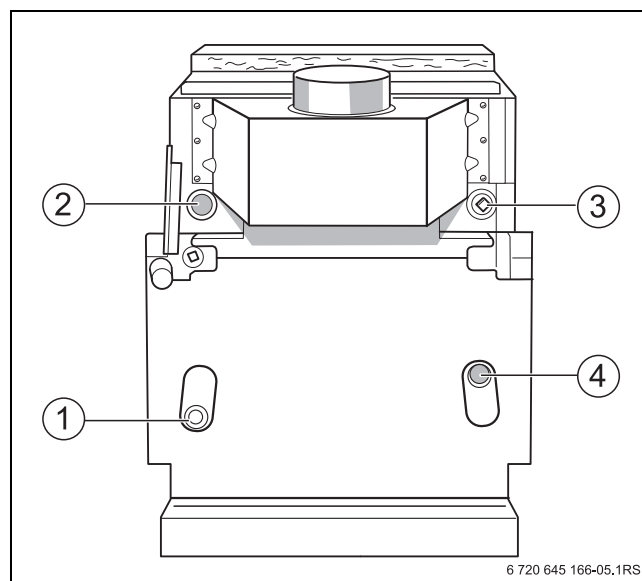

Рис. 13 Подключение водяного контура
- Подсоедините предохранительные устройства потребителя к штуцеру подключения предохранительной подающей линии VSL (→ рис. 13, [3], стр. 19).